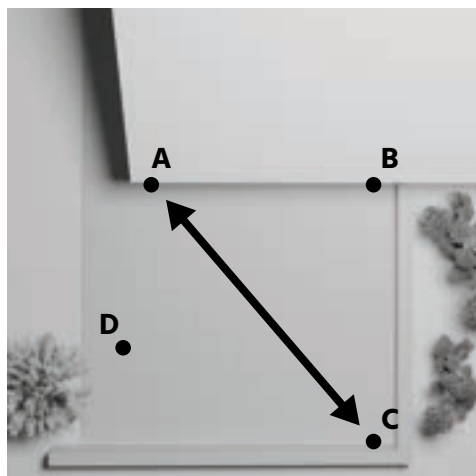

Abbildung 1
- **Masten mit Welle:** müssen **unbedingt** zur gegenüberliegenden Verankerung ausgerichtet sein, um die Diagonale des Vierecks nachzubilden. (Abbildung 1)